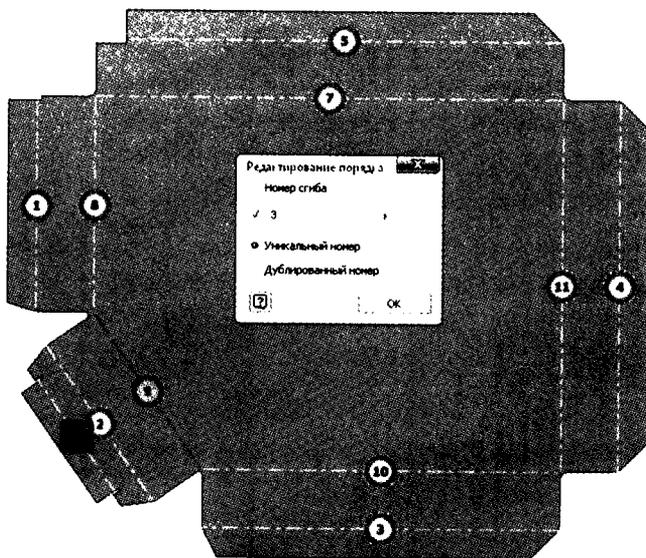

Рис. 10.28. Так же как данные спецификации в сборке, информация о порядке сгиба хранится в файле детали
6. Измените номер 9 на 3, затем нажмите **ОК**, как показано на рис. 10.28.